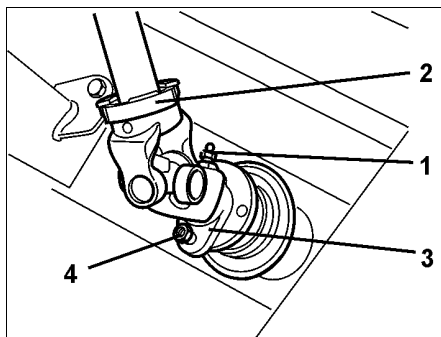

Fig. 60
- De ekstra medleverte **8x30 boltene**, DIN 931, 8.8 er **reservebolter** (Fig. 60/4) **for å feste kraftoverføringssakselens gaffel til koblingsflensen** på girets inngangsaksel. Smør alltid kraftinntaket med fett før montering av kraftoverføringsakselen.